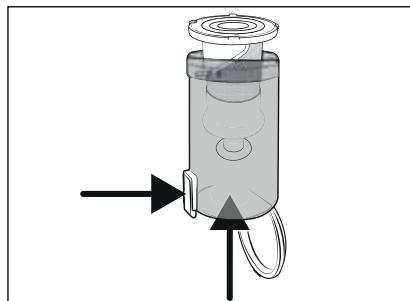

Abb. 23
- Entnehmen Sie den EdelstahlfILTER 6 aus dem Schmutzbehälter 7, indem Sie die Schmutzbehälterdeckel-Entriegelungstaste 8 drücken. Schieben Sie dann den EdelstahlfILTER 6 von unten aus dem Schmutzbehälter 7 heraus (siehe Abb. 23).